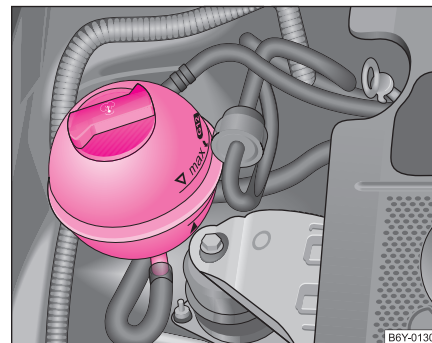

Fig. 143 Vano motor:
- Compruebe el nivel de líquido refrigerante en el depósito de expansión del mismo ⇒ **página 203, fig. 143**. Con el motor frío, debe encontrarse entre las marcas de “min.” y “max.”. Con el motor caliente, el nivel puede sobrepasar también un poco la marca de “max.”.
- Coloque un trapo sobre el tapa del depósito de expansión de líquido refrigerante ⇒ **página 203, fig. 143** y desenrosque el tapón con **cuidado** girándolo hacia la izquierda ⇒ .